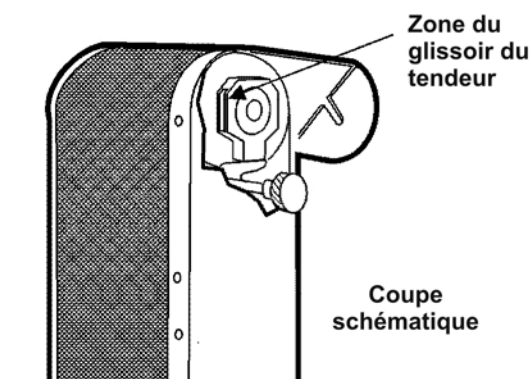

Figure 27
- Glissoir du tendeur (Figure 27)